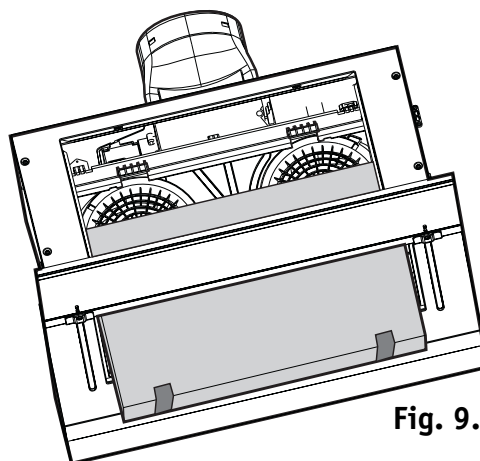
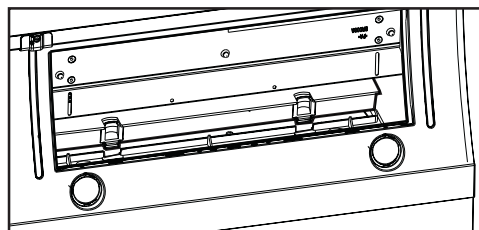

Fig. 9.1
Fig. 9.2
3. Sätt fast kolfiltret vid de översta hakarna T (Fig. 9.1) och fixera filtret med hjälp av de nedersta hakarna S (Fig. 9.2).